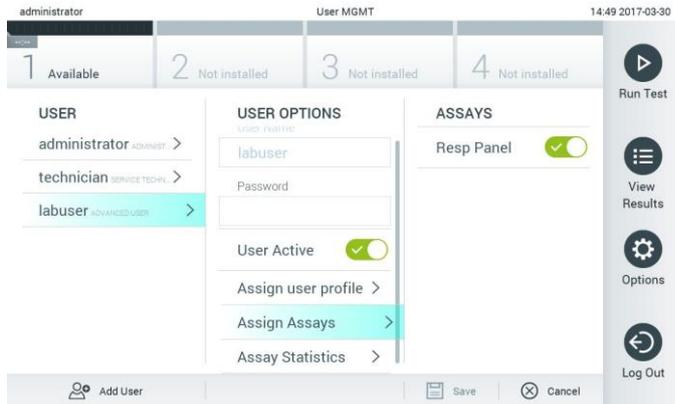

Figure 50. Attribuer des dosages aux utilisateurs.
- Assign Assays (Attribuer des dosages) : permet de définir les dosages de la base de données des dosages que l'utilisateur peut exécuter. Sélectionnez les dosages dans la liste à droite de la zone de contenu (figure 50, en page suivante).